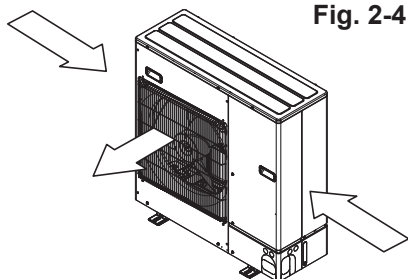

Fig. 2-5
- ③ Placer l'appareil de sorte que la sortie d'air souffle dans la direction perpendiculaire à celle des vents saisonniers, si celle-ci est connue. (Fig. 2-5)